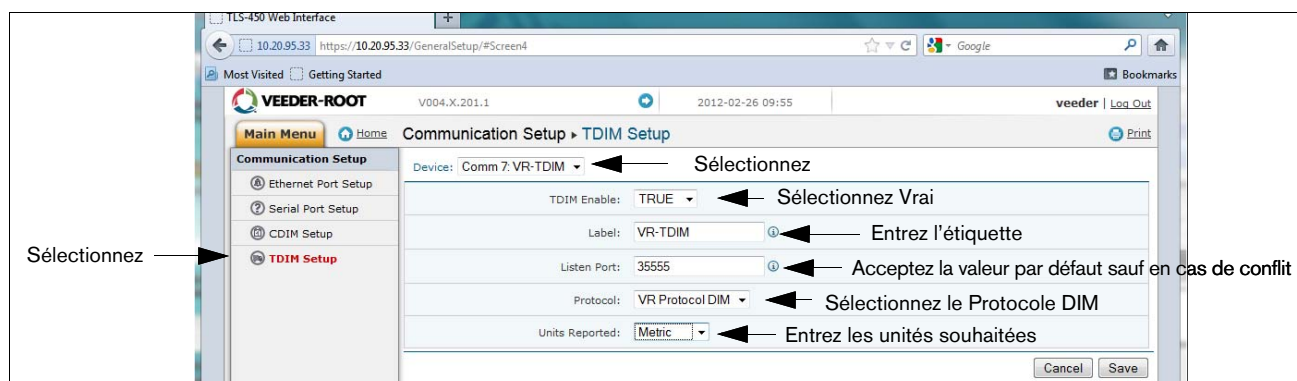

Figure B-8. Configuration TDIM
10. Sélectionnez la configuration TDIM. Sélectionnez « TDIM (ETH1) » depuis le menu déroulant. Depuis la liste déroulante « Activation TDIM », sélectionnez « VRAI » et saisissez une étiquette (20 caractères au maximum). Sélectionnez ensuite le protocole DIM utilisé et cliquez sur « Sauvegarder ». Acceptez le Port d'écoute par défaut (sauf en cas de conflit avec un autre périphérique) et sélectionnez les unités souhaitées (voir l'exemple à la Figure B-8). Cliquez ensuite sur le bouton « Enregistrer » pour conserver ces paramètres.